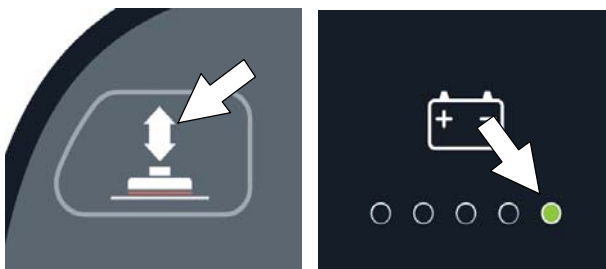
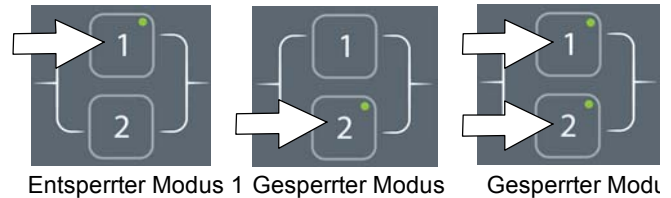

ABB. 145
ABB. 146
1. Stellen Sie die Maschine auf einem ebenen Untergrund ab und drehen Sie den Zündschlüssel auf Aus (O).
2. Halten Sie die Bürstenandruck-Taste gedrückt, während Sie den Zündschlüssel auf Ein drehen. Lösen Sie die Taste, wenn die Batteriezustands-LED-Anzeige ganz rechts leuchtet (Abbildung 145). Nach dem Loslassen der Taste wird der aktive Supervisor-Steuerungsmodus wie in Schritt 3 beschrieben angezeigt (Abbildung 146),
Sie die spezielle Zonensteuerungstaste, bis die LED drei Mal aufblinkt (Abbildung 146). Für den gesperrten Modus 3, drücken und halten Sie die Zonensteuerungstasten 1 und 2 zur gleichen Zeit. Nach der Auswahl wird die LED durchgehend aufleuchten, um einen neuen Modus anzuzeigen.